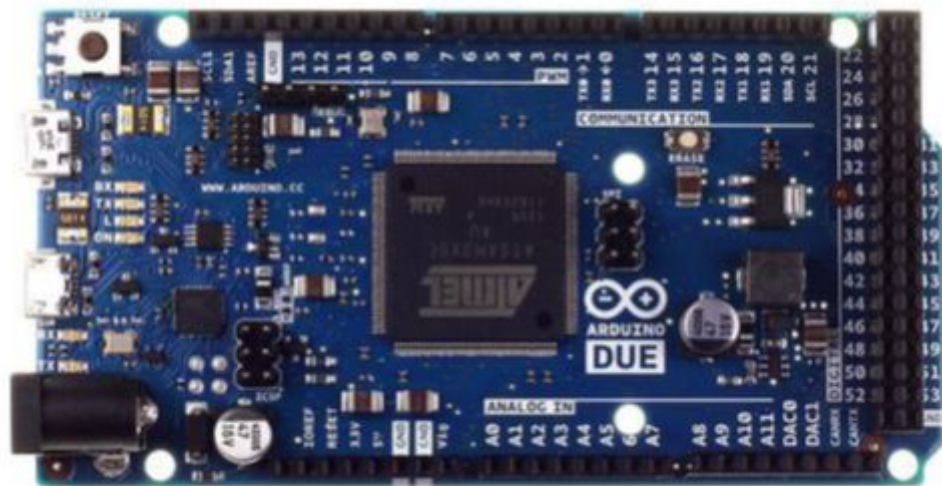

Figura 1 - Arduino DUE
Um motor CC nada mais é do que um motor alimentado por corrente contínua, sendo esta alimentação proveniente de uma bateria ou qualquer outra de alimentação CC. O motor cc pode ser controlado apenas variando a sua tensão, diferentemente de um motor elétrico de corrente alternada (CA) cuja velocidade é variada pela frequência. Um motor CC é composto por um eixo acoplado ao rotor que é a parte girante do motor. Na Figura 1, o estator é composto por um ímã e o comutador tem a função de transferir a energia da fonte de alimentação ao rotor. Na Figura 1 é também é possível observar as partes que compõem um motor CC.